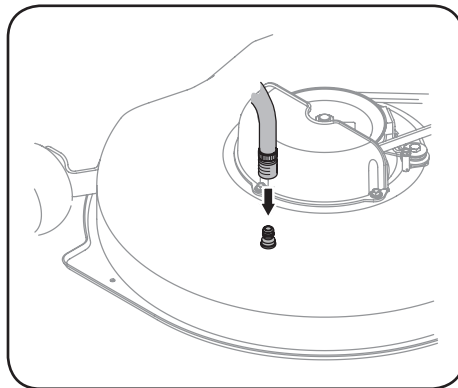

Figura 4-4
4. Una el acople de la manguera a la entrada de agua que se encuentra en la superficie de la plataforma. Consulte la Figura 4-4.